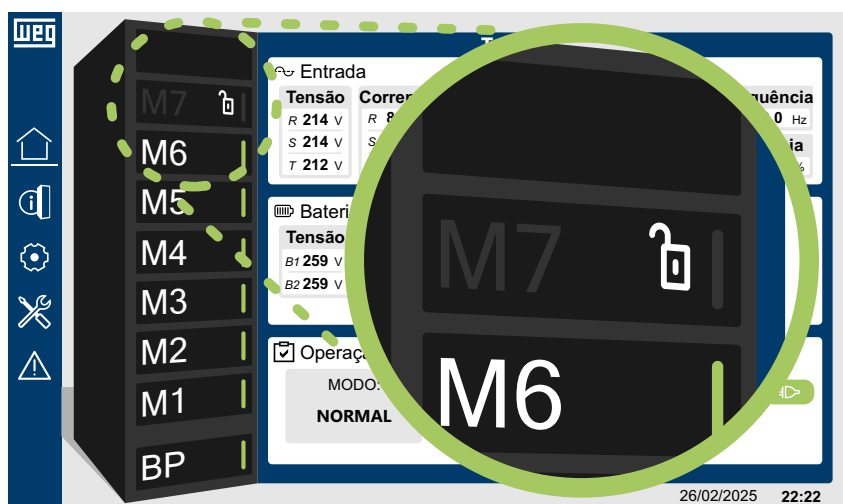

Figura 7.2: Sinalização na IHM representado os status dos módulos
A IHM do produto permite visualizar os *status* dos módulos de potência e de *bypass*, conforme ilustrado na Figura 7.2 na página 7-6.
- *Slots* sem módulo conectado: serão representados na IHM por um *slot* em preto, como exemplificado pelo módulo de potência 8 (M8) na Figura 7.2 na página 7-6.
- Módulo conectado, mas com trava de *hotswap* destravada: quando o módulo está conectado e inicializado, mas com a trava de *hotswap* na posição destravada, ele será exibido com um ícone de cadeado aberto e o LED de sinalização apagado, como demonstrado pelo módulo de potência 7 (M7) na Figura 7.2 na página 7-6.
- Módulo travado e operando: um módulo com a trava de *hotswap* na posição travada e em operação será representado pelo número correspondente à sua posição no *rack* e com o LED na cor que indica seu *status*. Por exemplo, o módulo de potência 6 (M6), operando normalmente, sem alarmes ou falhas, está ilustrado na Figura 7.2 na página 7-6.